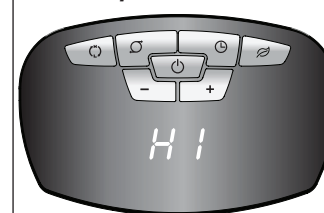

Figura 1
4. Cuando el Calefactor se conecte por primera vez, se oírán un "bip" y la **Luz de Encendido** se encenderá indicando que hay electricidad en la unidad. La **Luz de Encendido** permanecerá encendida hasta que el Calefactor sea desconectado del tomacorriente eléctrico. (Figura 1)